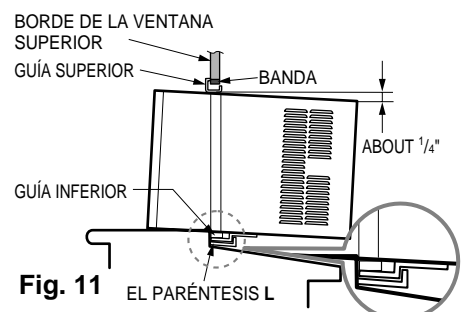

Fig. 11
- b. Mientras mantiene el aire acondicionado en posición, cuidadosamente baje el borde de la ventana superior hasta la guía superior del aire acondicionado, como en la Fig. 11.